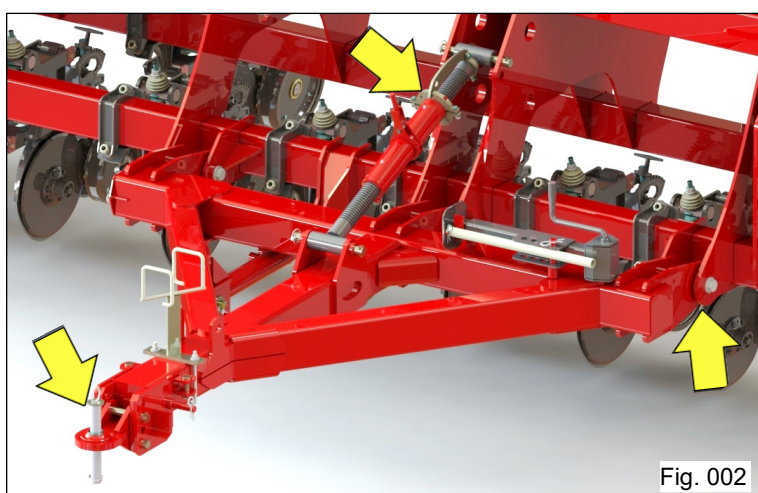

Fig. 002
- Terceiro ponto com regulagens para facilitar o acoplamento e alinhamento da semeadora, mantendo maior estabilidade entre a semeadora e trator (Fig. 002).